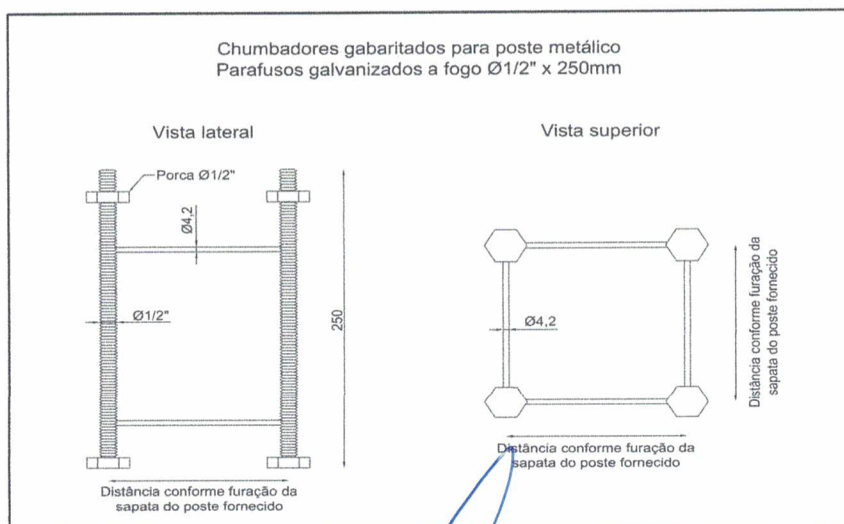
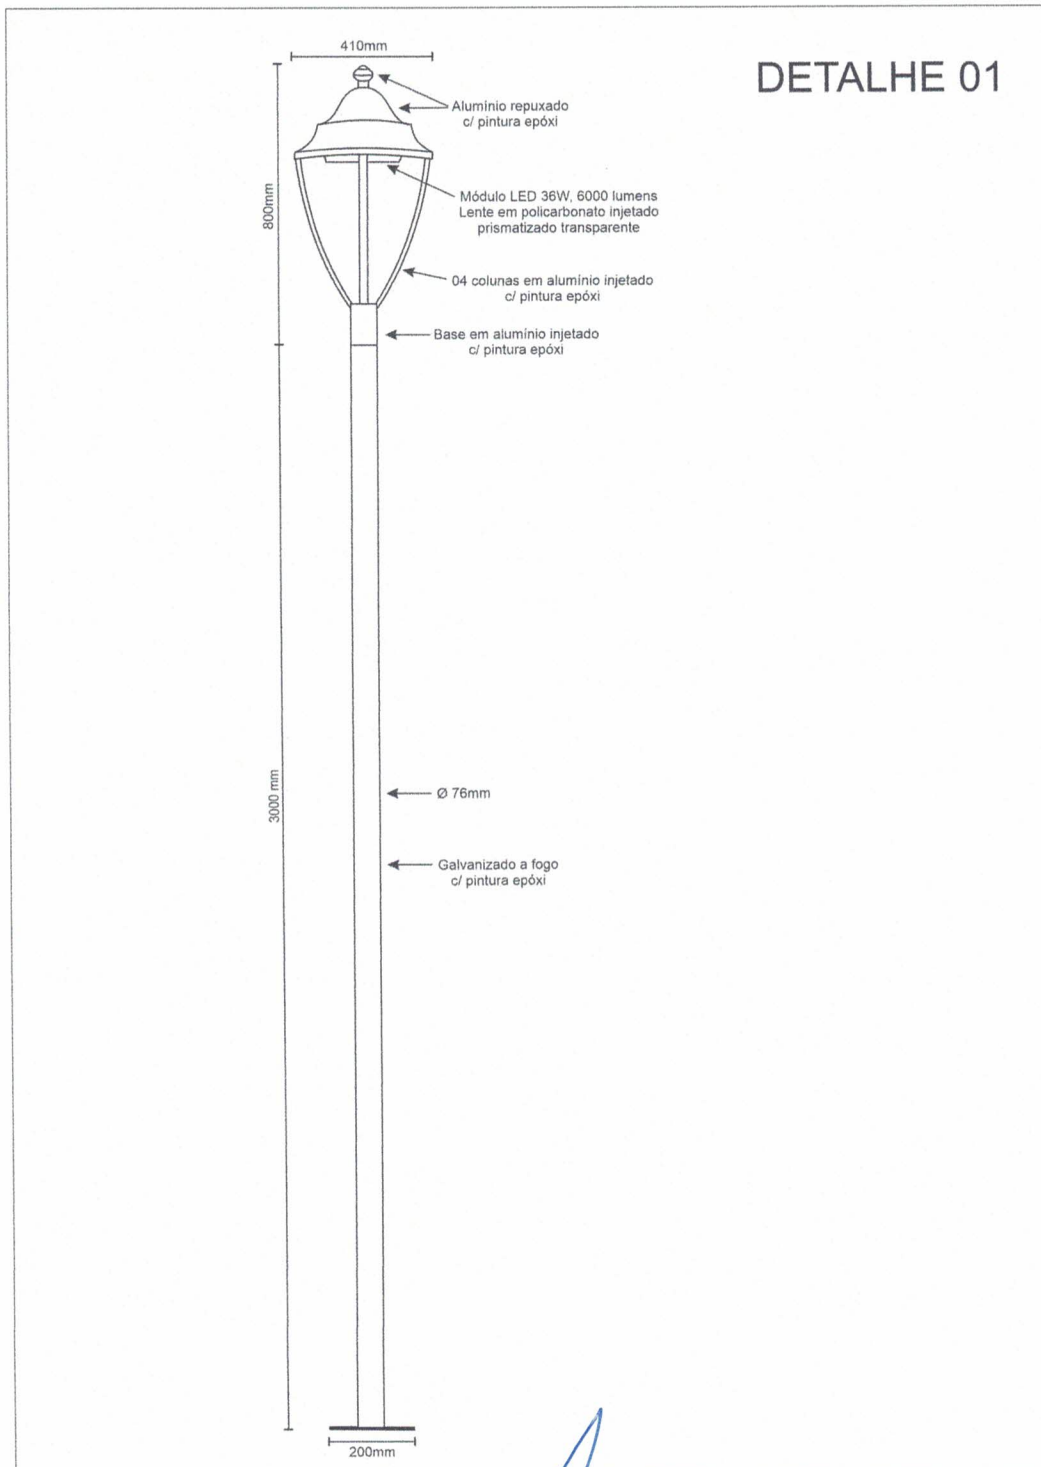

Figura 1 - Chumbadores de Fixação dos Postes.
Figura 2 – Modelo do Poste e Luminária.
- Bases e fixação: As bases para fixação (ancoragem) das luminárias serão executadas em blocos de concreto simples de Fck = 20Mpa, nas dimensões de 40x40cm com altura mínima de 40cm. Antes da concretagem deverão ser previstas as passagens dos condutores através do uso de tubos de PVC Ø76mm. Além disso, serão chumbados na base, quatro parafusos galvanizados tipo máquina, de Ø1/2" x 250mm, soldados e gabaritados (Figura 1). A função destes é permitir a instalação e fixação dos postes das luminárias.
- Luminárias: Serão do tipo decorativa com 04 colunas e chapéu colonial em alumínio repuxado, proteção do LED em policarbonato prismatizado injetado resistente a impactos, dimensões 410x800mm, pintura tipo epóxi, equipadas com módulo LED de potência nominal 36W, fluxo luminoso de 6000 lumens, ângulo de abertura 120 graus, temperatura de cor 6000K, vida útil de 50.000 horas, conforme LM80 (Figura 2).
- **Postes:** Serão confeccionados em tubo de aço redondo galvanizado a fogo com Ø76mm, 3,00m de altura, pintados com tinta epóxi, fixados e nos chumbadores, soldados e gabaritados conforme sapata (Figura 1 e Figura 2)